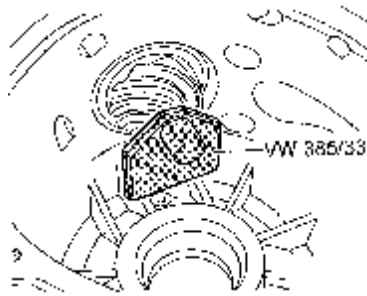

图 9-141 放置块规板
(5) 将调节量规 VW 385/30 按照盆形齿轮 调整到 R₀，并放到测量芯棒上。
(6) 使千分表（测量范围为 3mm）以 1mm 预紧力置于零，并将块规板放到主动齿轮端部上，如图 9-141 所示。